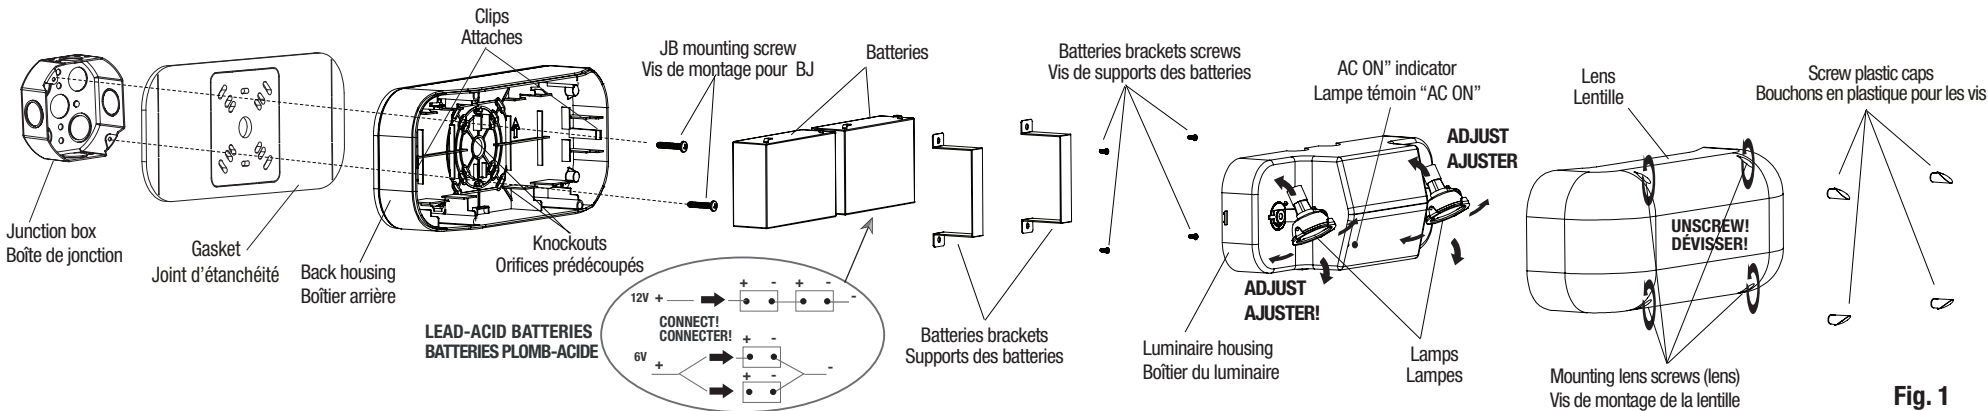

Fig. 1
3. Remove the lens, the luminaire housing and the batteries (detach the two brackets by unscrewing the four screws (use screwdriver PH2X))(see Fig. 1).
- 4.a For installation on the junction box only (Fig. 1), break through appropriate knockouts into the back housing. Paste properly the gasket on the back of the unit and route wires through the central hole.
- 6.a For installation on the junction box only (Fig. 1), use the two screws to mount the back housing to the surface over the recessed junction box. Tighten the screws enough to compress the gasket to ensure a good sealed joint. (use screwdriver PH2X).
- For the batteries lead-Acid connect the cable(s) between the circuit board and the not connected electrical pole(s) ("+" red color) of the battery (see Fig. 1 detail).
3. Enlever la lentille, le boîtier du luminaire et les batteries (détacher les supports de fixation en devisant les 4 vis (utiliser le tournevis PHx2) (voir la Fig. 1)).
- 4.a Pour l'installation sur une boîte de jonction seulement (Fig. 1), défoncer les orifices prédécoupés appropriés dans le boîtier arrière. Coller correctement le joint d'étanchéité à l'arrière de l'unité et passer les fils électriques par l'orifice central.